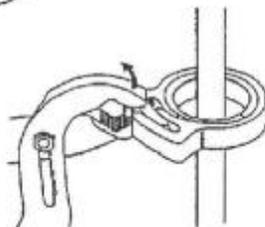

Abbildung 8.42
3. Klemme lockern (vgl. Abb. 8.42) und Zubehörteil entfernen, indem der Spalt über den Kolbenschaft gezwängt wird.